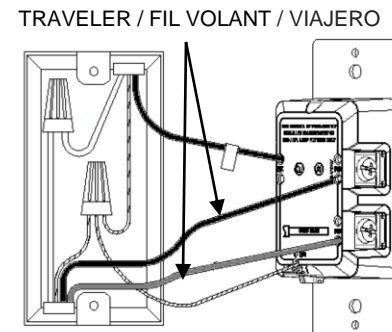

FIG. 6
- Retirer l'étiquette d'isolement "A" et raccorder le deuxième fil volant à la vis de borne rouge restante, identifiée "3-WAY RD" (FIG. 6)
- Retirar la etiqueta de aislamiento "A" y conectar el segundo cable viajero al tornillo terminal rojo restante marcado con "3-WAY RD" (FIG 6)
- Remove insulation label "A" and connect the second traveler wire to the remaining red terminal screw marked with "3-WAY RD" (FIG 6).